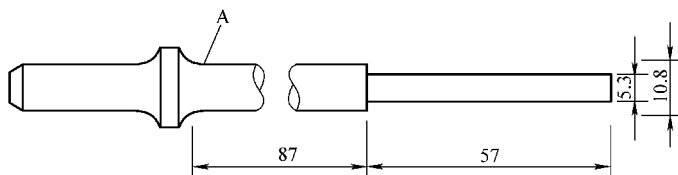

图 10-32 气门导管拆装器
2) 如图 10-32 所示, 改装通用的空气冲击气门导管拆装器 A 以适应气门导管直径。在大多数情况下, 使用气门导管拆装器和常规的锤子能够完成同样的程序。